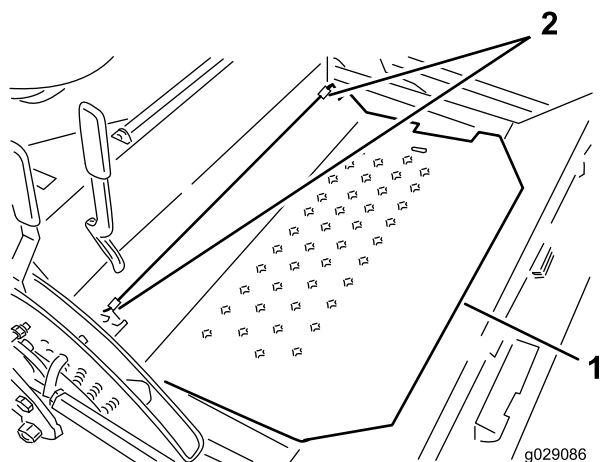

Figura 34
6. Conecte la placa del asiento al bastidor instalando los pasadores de giro (Figura 34).